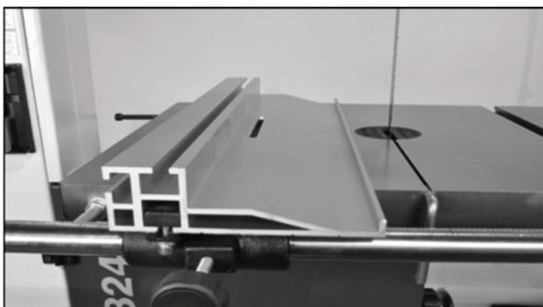

Рис.36
2. Опустите параллельный упор в горизонтальное положение и установите его обратно на держатель. В нижней части упора есть прорези для установки на выдвигной блок. Рис. 36.